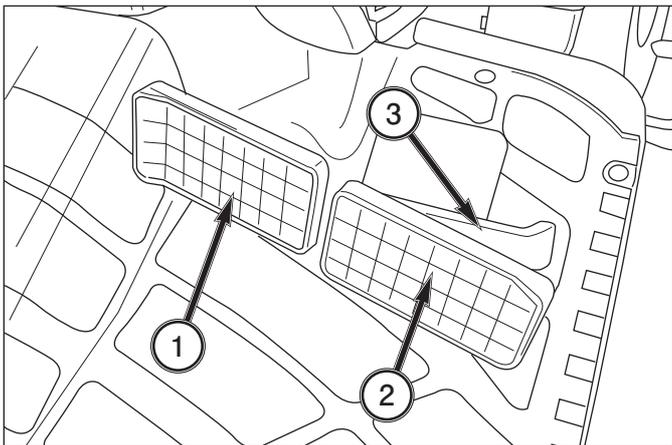

FIG. 5-6
**FIG. 5-6:** Vous pouvez actionner indépendamment les pédales de frein, 1 et 2, pour freiner les roues gauche ou droite et faciliter les virages. Désolidarisez les pédales de frein pour faciliter les virages.